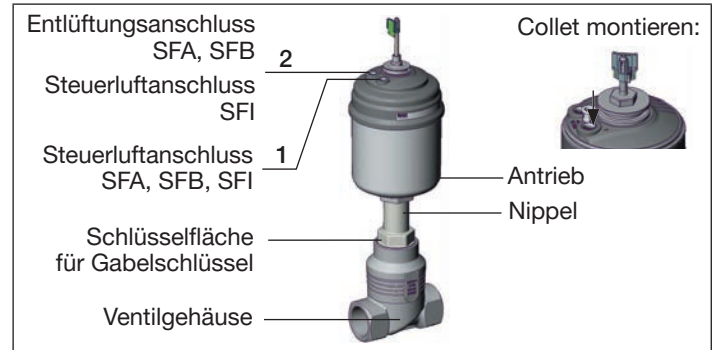

Bild 4: Einbau
- Bei Steuerfunktion A den Steuerluftanschluss 1 (siehe „Bild 4“) mit Druckluft (5 bar) beaufschlagen: Ventil öffnet.
→ Bei Steuerfunktion A den Steuerluftanschluss 1 (siehe „Bild 4“) mit Druckluft (5 bar) beaufschlagen: Ventil öffnet.